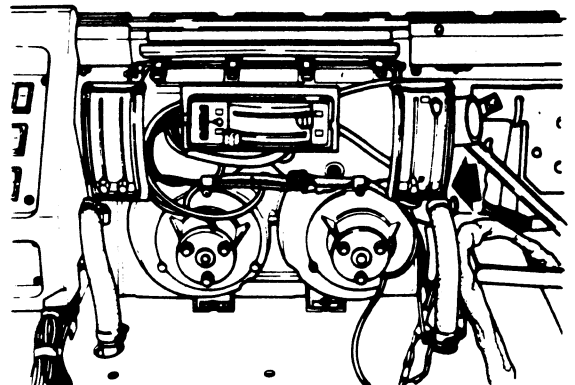

Fig. 5
- De kachelmotoren kunnen nu uitgenomen worden. Ook de kachelkraan is bereikbaar (zie pijl, Fig. 5).